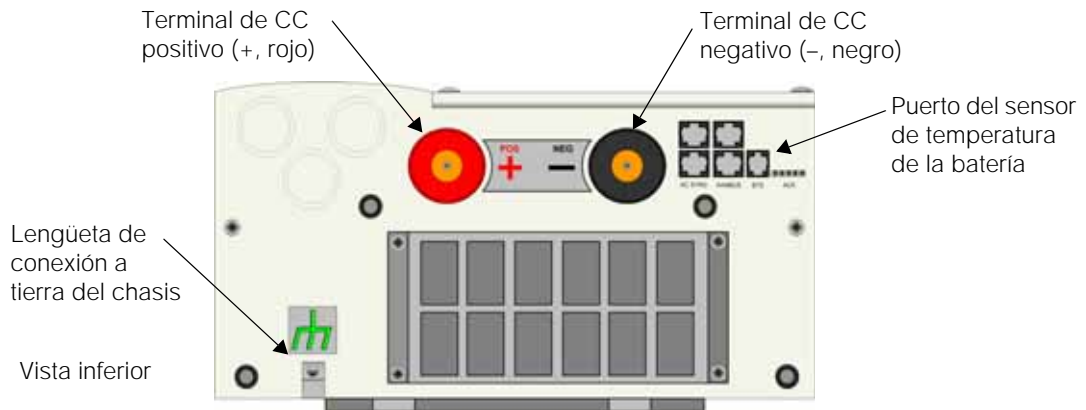
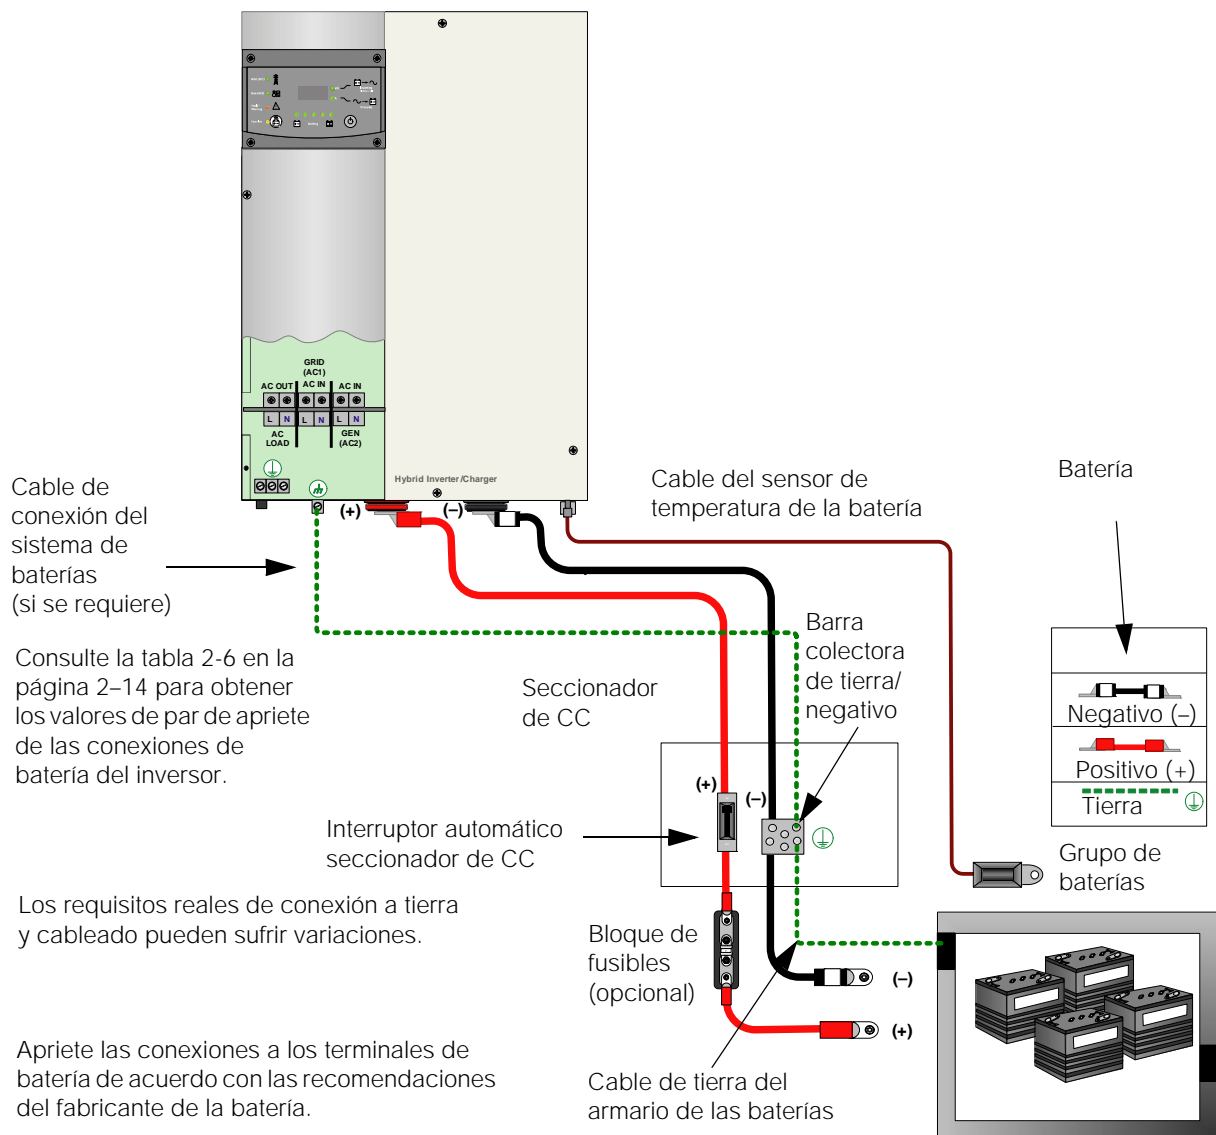

Figura 2-9 Conexiones de CC del cargador/inversor Xantrex XW
Figura 2-11 Conexiones de CC a un único inversor
2. Instale un fusible de CC y un seccionador o un interruptor automático de CC entre el cargador/inversor y la batería. Estos elementos se deben instalar en el lado positivo del circuito de CC, tan cerca de la batería como sea posible. Consulte la figura 2-9, "Conexiones de CC del cargador/inversor Xantrex XW" en la página 2-17.
1. Introduzca la clavija del sensor de temperatura de la batería en el puerto del BTS. Consulte la Figura 2-9 y la Figura 2-11.